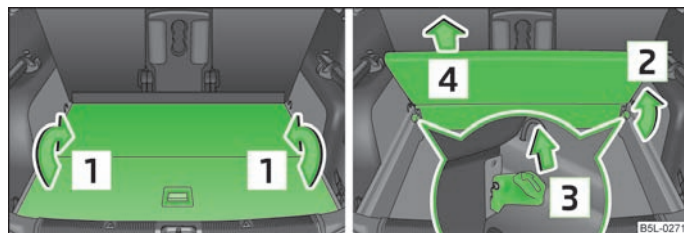

Fig. 60 Maletero: Plegar/retirar el piso de carga variable
- Plegar el piso de carga moviendo en el sentido de la flecha **[1]** » fig. 60.